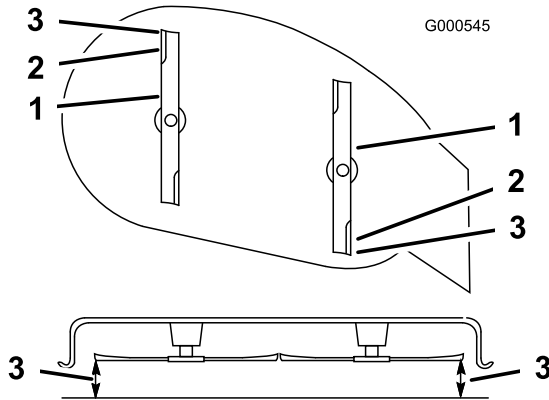

Bild 44
5. Stellen Sie die Schnitthöhe auf die Stellung **D** (76 mm) und drehen Sie die Messer vorsichtig, sodass sie nach vorne und hinten zeigen (Bild 44).
- Messen Sie zwischen der Messerspitze vorne und hinten und der ebenen Fläche (Bild 44). Stellen Sie die vordere Sicherungsmutter ein, wenn die vordere Schnittmesserspitze nicht um 1,6–7,9 mm tiefer liegt als die hintere.
- Prüfen Sie noch einmal die Neigung in Längsrichtung. Stellen Sie die Mutter ein, bis die vordere Schnittmesserspitze um 1,6–7,9 mm tiefer liegt als die hintere Spitze (Bild 44).